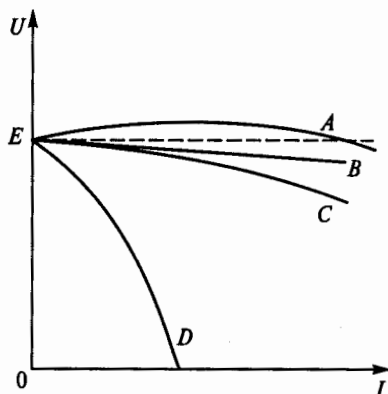

Рис. 242
**10.31.** Каким из указанных способов возбуждения генератора постоянного тока соответствуют внешние характеристики  $A \dots D$ , показанные на рис. 242? (Указать неправильный ответ.)